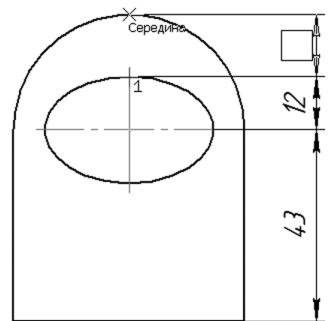

Рис. 11.17. Команда «Линейный цепной (размер)»
- кнопка **Линейный цепной**  предназначена для построения серии линейных последовательных размеров друг за другом (рис. 11.17). Для этого необходимо выбрать 2 точки, между которыми необходимо поставить первый размер-расстояние, затем выбрать ориентацию (горизонтальный или вертикальный — на панели параметров) и расположение размерного текста. Построение при этом не заканчивается, и программа ждет выбора еще одной второй точки (первая точка второго размера устанавливается в том месте, где закончился ввод предыдущего размера) для построения следующего размера. Ориентация размера и расположение размерного текста уже определены по первому размеру;